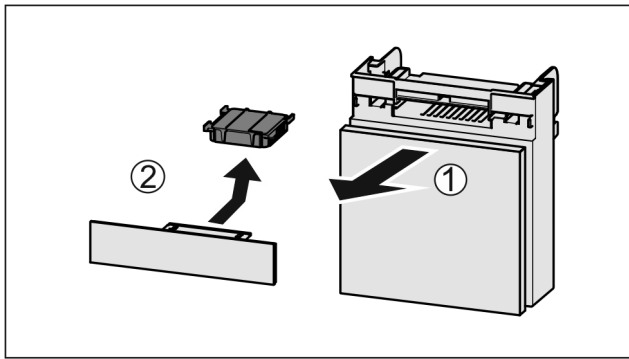

Fig. 85
- ▶ Retire el compartimiento hacia delante Fig. 85 (1).
- ▶ Retire el filtro de carbón activo Fig. 85 (2).